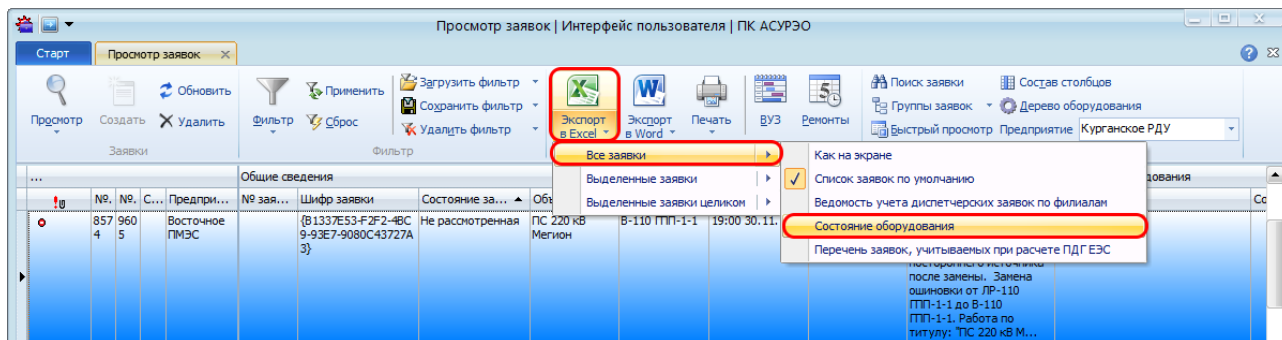

Рисунок 9.108 – Формирование отчета по времени изменения состояния оборудования
- все заявки. Для этого на панели инструментов необходимо нажать на кнопку « Экспорт в Excel» и в раскрывающемся списке выбрать пункт «Все заявки» -> «Состояние оборудования» (Рисунок 9.108);